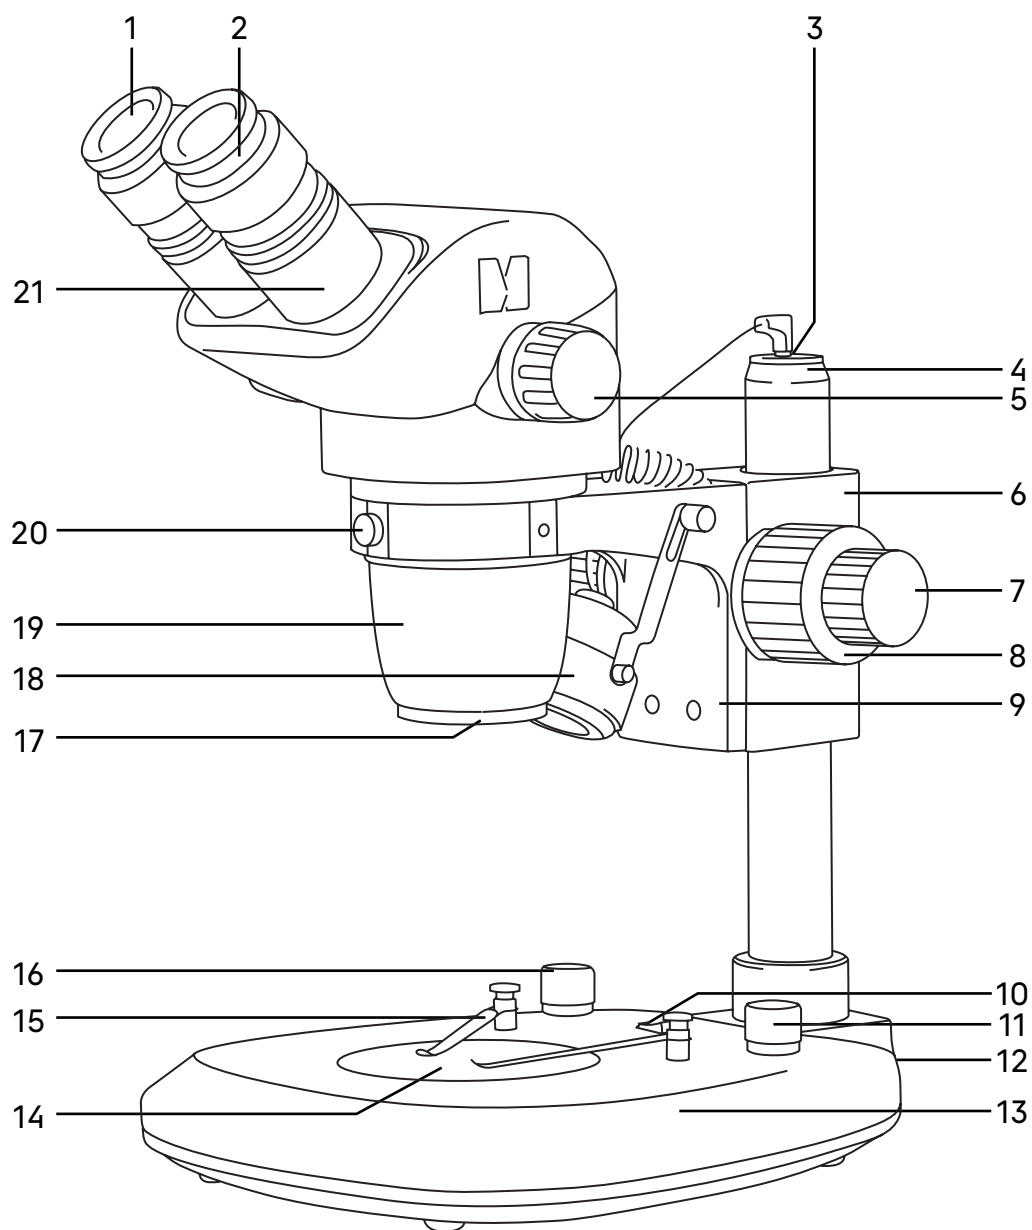

Рис. 1. Микроскоп MAGUS Stereo 8B
Общий вид микроскопа представлен на рис. 1.
Штатив микроскопа **4** (рис.1) закреплен на основании **13** (рис. 1). Штатив несъемный.
В штативе располагается механизм фокусировки **9** (рис. 1), на который крепится кронштейн **6** (рис. 1) для установки оптической головы. Наверху штатива расположено гнездо для подключения шнура осветителя отраженного света **3** (рис. 1).
В основании **13** (рис. 1) расположен блок питания и источник проходящего света – светодиод. Пластина **14** (рис. 1) обеспечивает рассеивание света и равномерное освещение всей плоскости исследуемого объекта.
Выключатель **10** (рис. 1) служит для включения и выключения источника света.
Регулировка яркости осветителя отраженного света осуществляется ручкой **11** (рис. 1), а проходящего света – ручкой **16** (рис. 1).
Основание также выполняет функцию предметного столика. Объект исследования располагают на пластине **14** (рис. 1). Пластина устанавливается в гнездо основания. Диаметр пластины – 95 мм.
При необходимости объект можно закрепить на пластине двумя прижимами **15** (рис. 1).
Фокусировочный механизм **9** (рис. 1) перемещается на штативе **4** (рис. 1), обеспечивая фокусировку на объект в соответствии с высотой объекта и рабочим расстоянием объектива.
Кронштейн **6** (рис. 1) закреплен на фокусировочном механизме. Вертикальное эффективное перемещение составляет 50 мм.
Сверху на кронштейн устанавливается оптическая голова и закрепляется в кронштейне винтом **20** (рис. 1). Оптическую голову можно повернуть внутри кольца кронштейна и зафиксировать в любом удобном положении.
В окулярные тубусы визуальной насадки **21** (рис. 1) устанавливаются окуляры **1** (рис. 1). Тубусы разводятся в соответствии с глазной базой наблюдателя в пределах от 54 до 75 мм.
Для установки камеры (видеоокуляра), снимите с микроскопа штатный окуляр, установите в окулярный тубус визуальной насадки **21** (рис. 1) кольцо-переходник 23,2–30 мм, затем установите в него переходник C-mount. Соедините камеру с переходником. Камера служит для вывода изображения на экран компьютера или монитор/телевизор.
Трансфокаторный объектив **19** (рис. 1) имеет увеличение от 0,65 до 5,5 крат и позволяет в процессе наблюдения плавно изменять увеличение в 8,4 раза без потери качества и с сохранением большого рабочего расстояния – 105 мм.
Увеличение микроскопа изменяется при помощи вращения рукоятки **5** (рис. 1).
Окуляры увеличением 10х имеют линейное поле зрения 22 мм (WF 10х/22). Каждый окуляр имеет диоптрийную подвижку **2** (рис. 1). Окулярные тубусы имеют надежную конструкцию крепления окуляров, которая исключает возможность случайного выпадения окуляров при перемещении микроскопа. Окуляры закрепляются в тубусах винтами.
Осветитель косого освещения **18** (рис. 1) зафиксирован в кронштейне. Штекер осветителя устанавливается в гнездо штатива **3** (рис. 1).
- Установите пластину **14** (рис. 1). При работе с прозрачными объектами выбирайте стеклянную пластину. При работе с непрозрачными объектами выбирайте черно-белую пластину. Для повышения контраста темные объекты исследуются на белой стороне пластины, светлые – на черной стороне.
- Установите прижимы **15** (рис. 1).
- Установите оптическую голову в кольцо кронштейна **6** (рис. 1). Закрепите оптическую голову винтом **20** (рис. 1). Не следует затягивать винт слишком сильно.
- Закрепите кронштейн **6** (рис. 1) вместе с механизмом фокусировки **9** (рис. 1) на штативе **4** на необходимой высоте с помощью винта фиксации, расположенного на задней части микроскопа.
- Ручки регулировки освещенности объекта **11** и **16** (рис. 1) установите в минимальное положение.
Установите минимальное увеличение объектива 0,65x вращением рукоятки смены увеличения 5 (рис. 1).
Накрутите необходимую насадку на объектив **19** (рис. 1) по резьбе. Уменьшающая насадка 0,5х увеличивает рабочее расстояние и поле зрения.